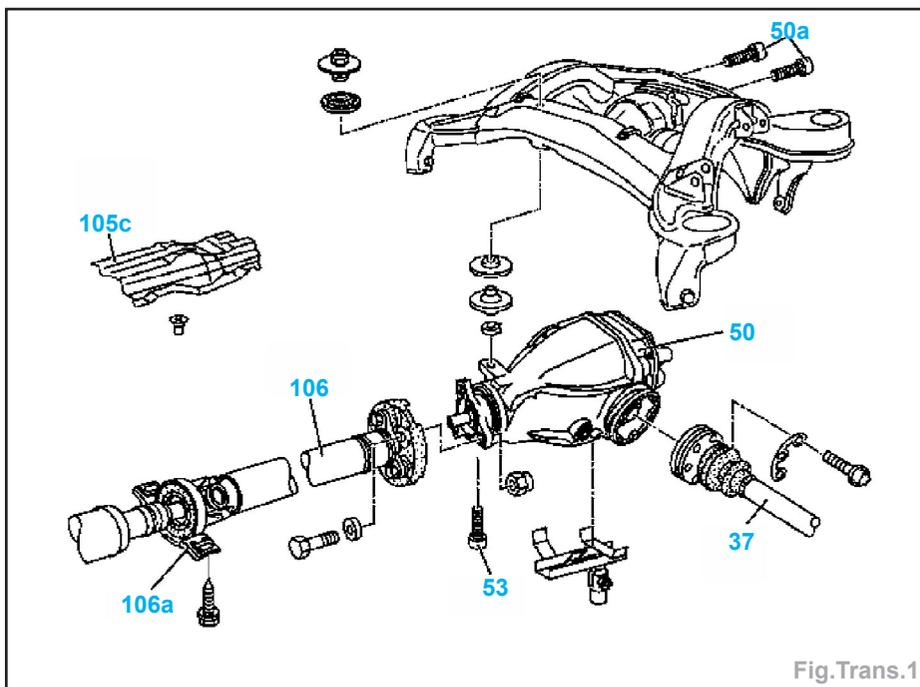

Fig.Trans.1
- Déposer la tôle calorifuge (105c) (Fig.Trans.1).
- Démontez l'arbre de transmission arrière (106) du pont arrière (50).
- Déposer le demi-arbre d'essieu arrière de droite (37) (sur les véhicules avec demi-arbre d'essieu arrière enfoncé dans le différentiel).
- Démontez le demi-arbre de roue arrière (37) gauche et droit de la bride de demi-arbre d'essieu arrière (sur les véhicules avec demi-arbre d'essieu arrière vissé sur la bride de raccordement).